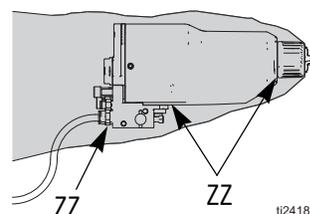

図 13. 流体漏れのチェック
操作中には、定期的にガンのシュラウド (ZZ) の全ての開口部をチェックし、流体が出ていないか確認してください。図 13 を参照してください。これらのエリアに流体が存在する場合には、シュラウドに流体が漏れ出していることを示しています。これは流体チューブ接続部や流体パッキンでの漏出のために発生することがあります。